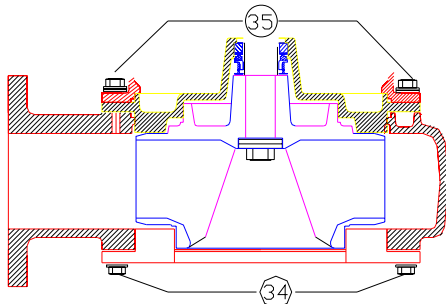
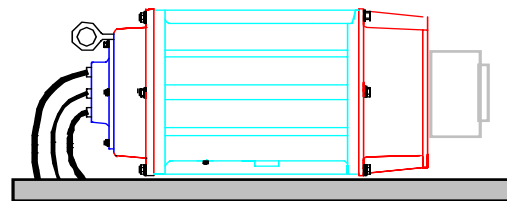

Fig. 11. ↑ Desmontaje de la carcasa de una bomba accionada con un motor FRAME 250 / 320.
Fig. 12. ↑ Colocación en posición horizontal de la bomba para desmontaje del impulsor y recambio de los sellos mecánicos.
3. Desmontar la carcasa de la bomba, para ello retirar los 4(cuatro) tornillos de fijación (35) de la carcasa a la tapasello (Fig. 11) y luego levantar la bomba unos 2 centímetros del suelo por los anillos de izada con la ayuda del polipasto. Mientras que se levanta la unidad se puede golpear con el mazo en algunos puntos de la carcasa de la bomba, ya que esta puede estar adherida a la tapa sello. Una vez que se haya separado la carcasa levantar la bomba hasta que el impulsor quede totalmente a la vista, retirar la carcasa y colocar nueva y lentamente la bomba sobre la paleta en posición horizontal, ver la Fig. 12.